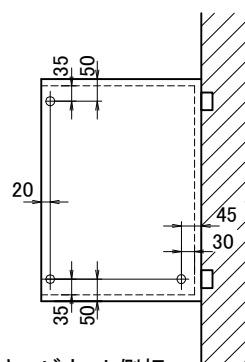

図3 キャビネット側板連結用下穴位置
- ① 連結するキャビネット側板のどちらか一方に連結用下穴(φ4穴)を加工してください。(図3)